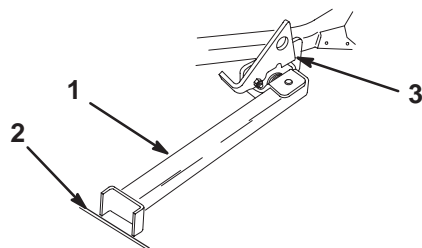

Figure 31
4. Posez le pied du support sur le sol et appuyez le verrou sur la languette de pivot (Fig. 31).
- Remarque :** Pour de meilleurs résultats, placez le pied du support dans des anfractuosités du trottoir ou du gazon (Fig. 31).
6. Montez la machine sur le support. Arrêtez-vous quand le verrou retombe sur la languette en position verrouillée (Fig. 31). Lorsque la machine est sur le support, serrez le frein de stationnement et arrêtez le moteur.